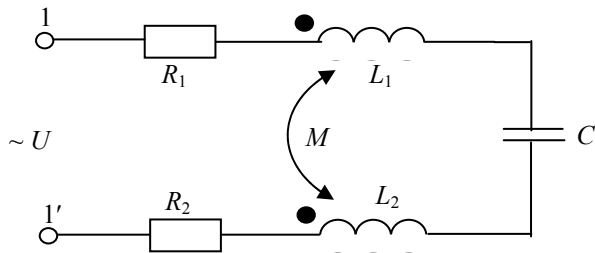

Рис. 2.35
2.3.7. В цепи (рис. 2.35)  $U = 100$  В ;  $f = 500$  Гц ;  $R_1 = 12$  Ом ;  $R_2 = 8$  Ом ;  $L_1 = L_2 = 2M = 0,02$  Гн катушки включены встречно. Определить, при каком значении емкости  $C$  цепь будет находиться в режиме резонанса и каково при этом будет напряжение на емкости?